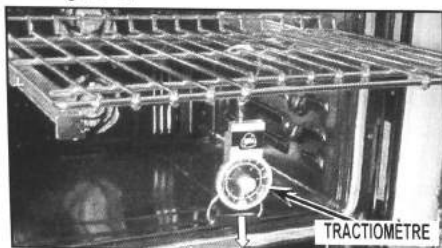

FIGURE 8
18. Tirer le traciomètre vers le bas sans toucher la grille jusqu'à ce que le cadran indique la valeur de 33 lbs (14,97 kg) préalablement réglée pour vérifier que la grille ne se déboîte pas. Voir Figure 8.
30. Tirer le tractiomètre vers le bas sans toucher la grille jusqu'à ce que le cadran indique la valeur de 33 lbs (14,97 kg) préalablement réglée pour vérifier que la grille ne se déboîte pas. Voir la Figure 8.